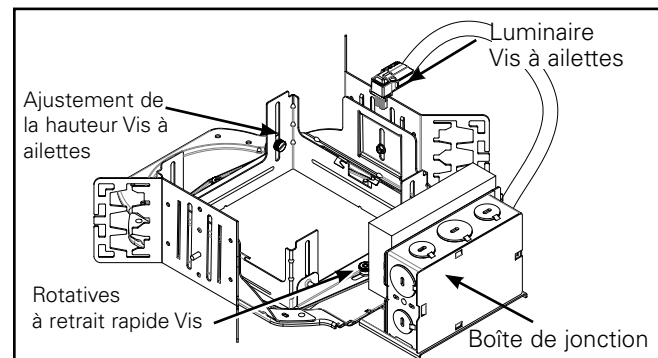
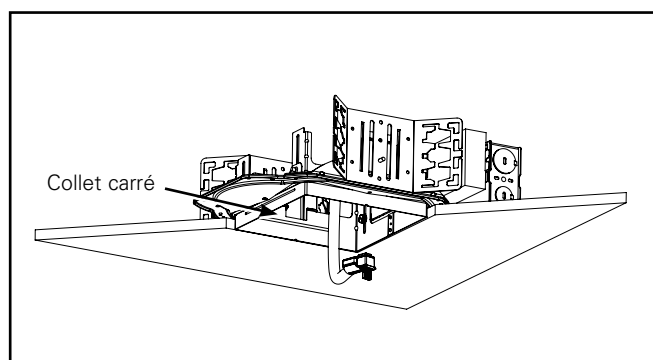

Figure 1.
Figure 2.
2. Ajustez les vis d'ajustement du support (Figure 1.) pour que le collet carré soit aligné avec la ligne de plafond fini. (Figure 2.) Le support de suspension est réversible pour permettre un ajustement complet de 12,7 cm (5 po.).
3. (Hauteur) : Le collet carré peut aussi être ajusté en desserrant les 3 vis à ailettes et en ajustant le collet pour qu'il soit aligné avec le plafond. Une fois la hauteur souhaitée atteinte, serrez les vis à ailettes (Figure 1.).
4. (Rotation) : S'il est nécessaire d'effectuer une rotation des vis à collet carré, desserrez les deux vis à oreilles. Tournez les vis à collet carré jusqu'à la position désirée. Serrez les vis à oreilles au maximum (Figure 1.).
1. Insérez l'extrémité de la conduite flexible dans l'ouverture de la structure d'ouverture du plafond exposant la partie supérieure de la prise de débranchement rapide (Figure 2).